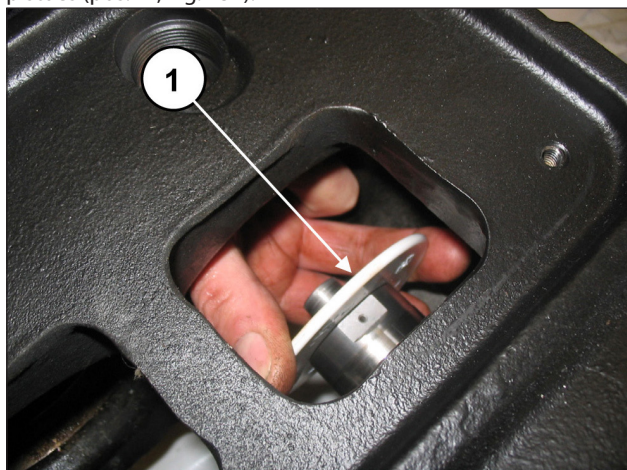

Fig. 137
Puxe os anéis de proteção contra respingos das guias dos pistões (pos. ①, Fig. 137).